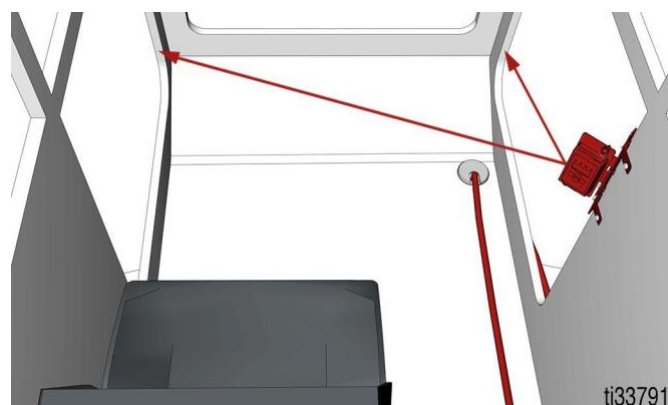

Рис. 17
3. Установите кронштейн в кабине, используя предусмотренные здесь отверстия и крепеж из комплекта поставки (Рис. 17).